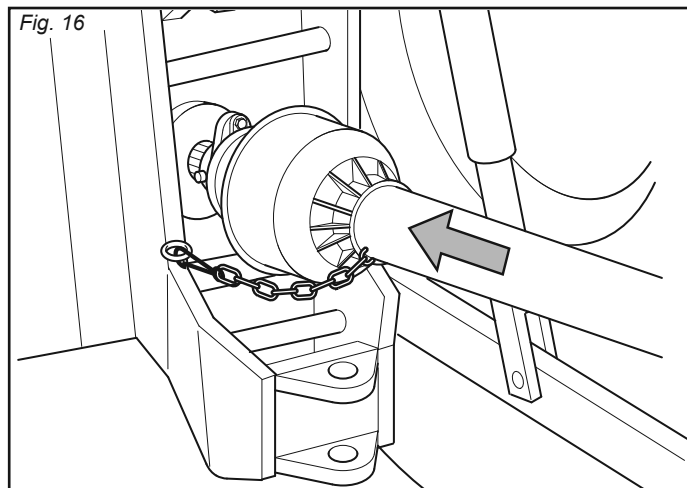

Fig. 16
- 5 - Engagez l'arbre à cardans dans la prise de force et contrôlez qu'il est bloqué parfaitement. Vérifiez que la protection tourne librement et fixez-la par la chaînette (Fig. 16).